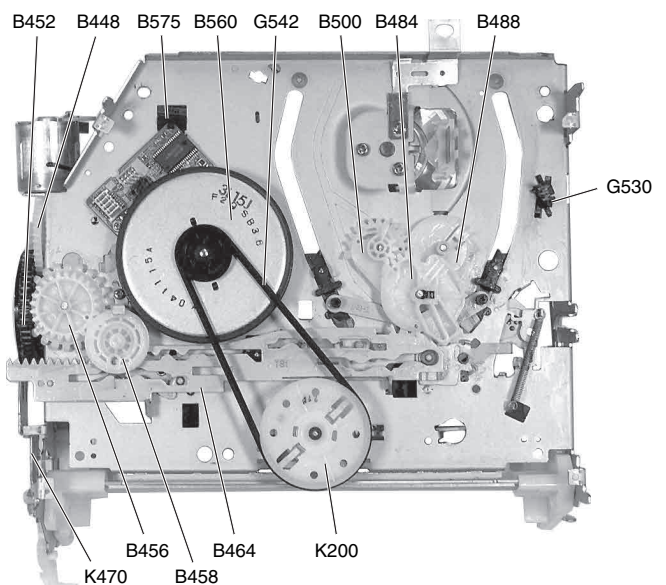

Fig. 2
- Antriebsriemen (G542, Fig. 2) abnehmen.